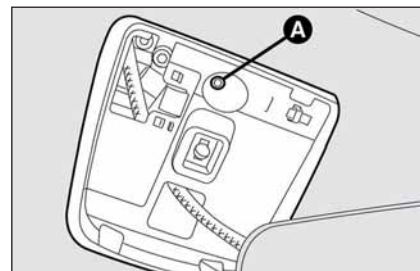

fig. 92
- ☐ introduzca la llave en el alojamiento **A-fig. 92** y gírela hacia la derecha para abrir el techo; hacia la izquierda para cerrarlo.